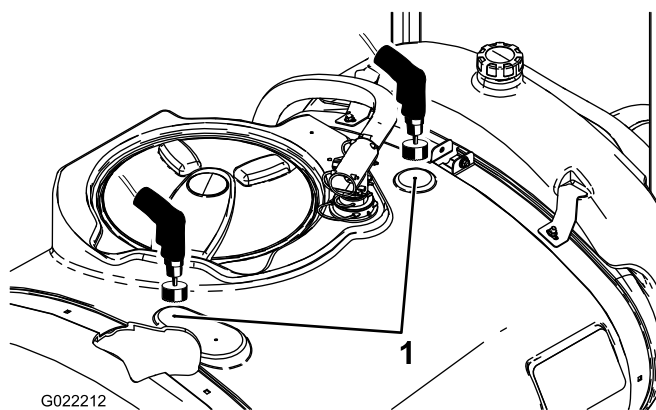

Figura 6
2. Localice las dos marcas de perforación en el depósito principal (Figura 6).